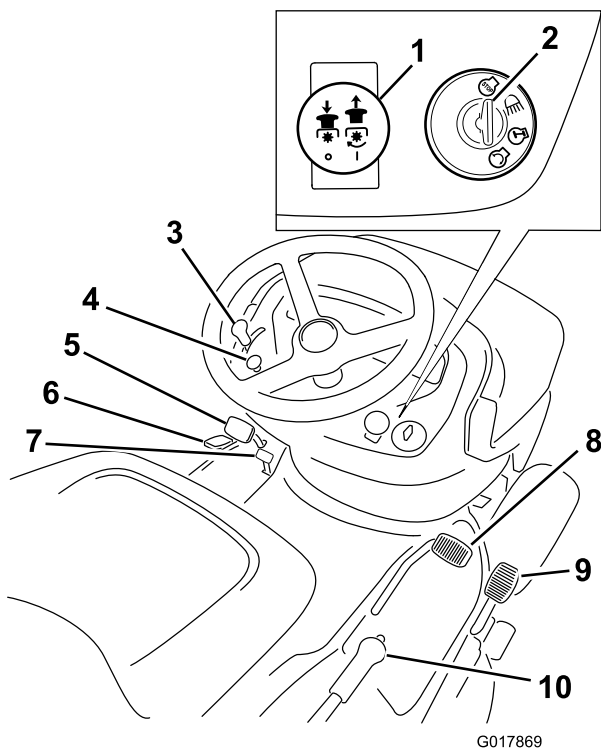

Figura 4
Prima di avviare il motore e di utilizzare la macchina, familiarizzate con i comandi (Figura 4).
1. Premete e tenete premuto il pedale del freno (Figura 4).
1. Premete il pedale del freno (Figura 4).
Il contaore è situato sul quadro degli strumenti (Figura 4) ed indica il totale delle ore di servizio della macchina.
2. Innestate il comando delle lame (PDF) estraendo la manopola in posizione Engaged (Figura 4).
2. Inserite la manopola di comando delle lame (PDF) in posizione di disinnesto (Figura 4).
4. Disinnestate le lame (PDF); vedere Figura 4.